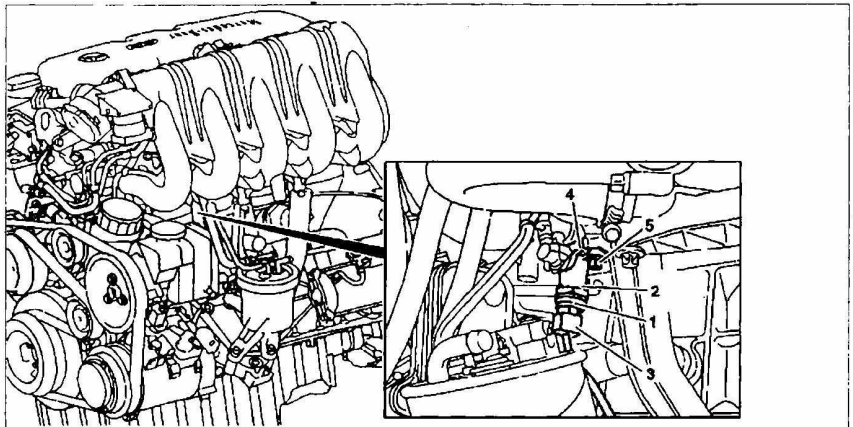

Рис. 26. Снятие и установка датчика давления топлива:
1. Отсоедините разъем проводки 3 от датчика давления топлива 1 (рис. 26).